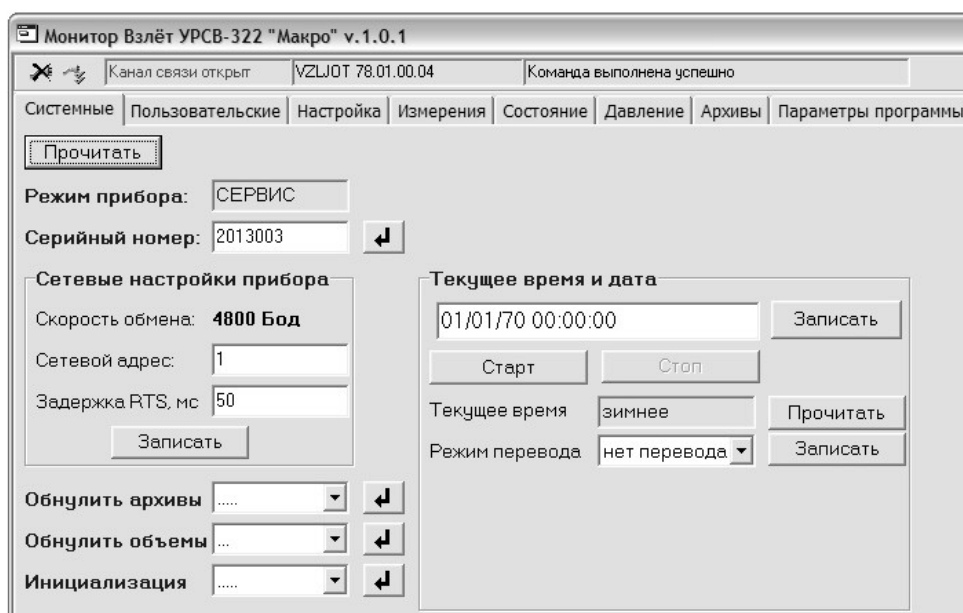

Рис.7. Окно вкладки «Системные».
3.1.4. Щелкнуть мышкой по вкладке **Системные**. На дисплее ПК отобразится окно, показанное на рис.7.